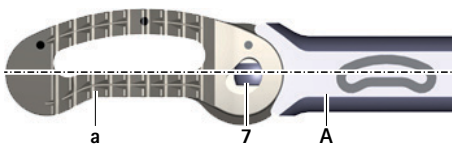

Fig. 8 Impianto in posizione 0°
- Tenere l'impianto di prova D in posizione 0° sullo strumento inseritore A, vedere Fig. 8.
- Posizionare l'impianto in posizione 0°, vedere Fig. 8.